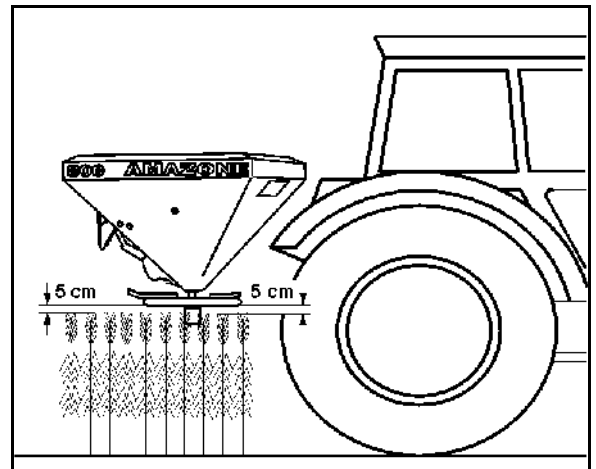

图 63
短撒播叶片配备有无需工具即可折起的摆翼（图 63/1），借助摆翼可对最高1米的作物高度进行后期追肥，而且无需其他配件。
3. 将撒肥叶片的摆翼（图 63/1）调至正常施肥或后期追肥所需的位置。